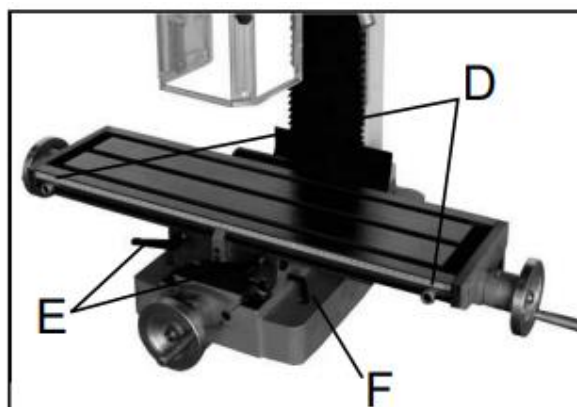

Рис. 3
D. Упоры продольного хода стола (см. рисунок 3)
E. Зажимы продольного перемещения (см. рисунок 3) расположены на передней части стола.
F. Зажимы поперечного перемещения (см. рисунок 3) расположены справа под столом.